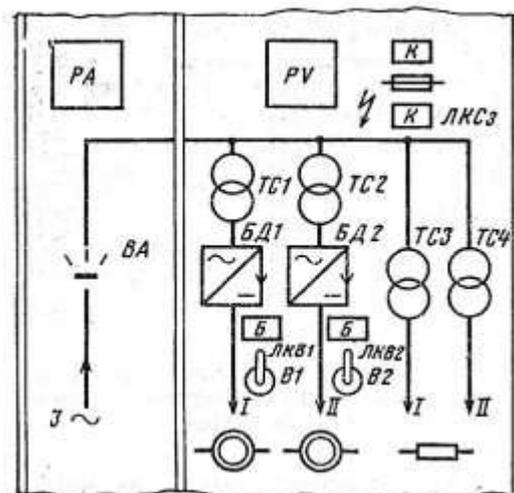

Рисунок 5. Мнемосхема разводки питания панели ПСПН-ЭЦК
7.6.4. На лицевой стороне панели изображена мнемосхема разводки питания (рисунок 5) с обозначением на ней трансформаторов, выпрямителей, нагрузки и расположением переключателей и тумблеров для включения измерительных приборов, а также лампочек индикации: